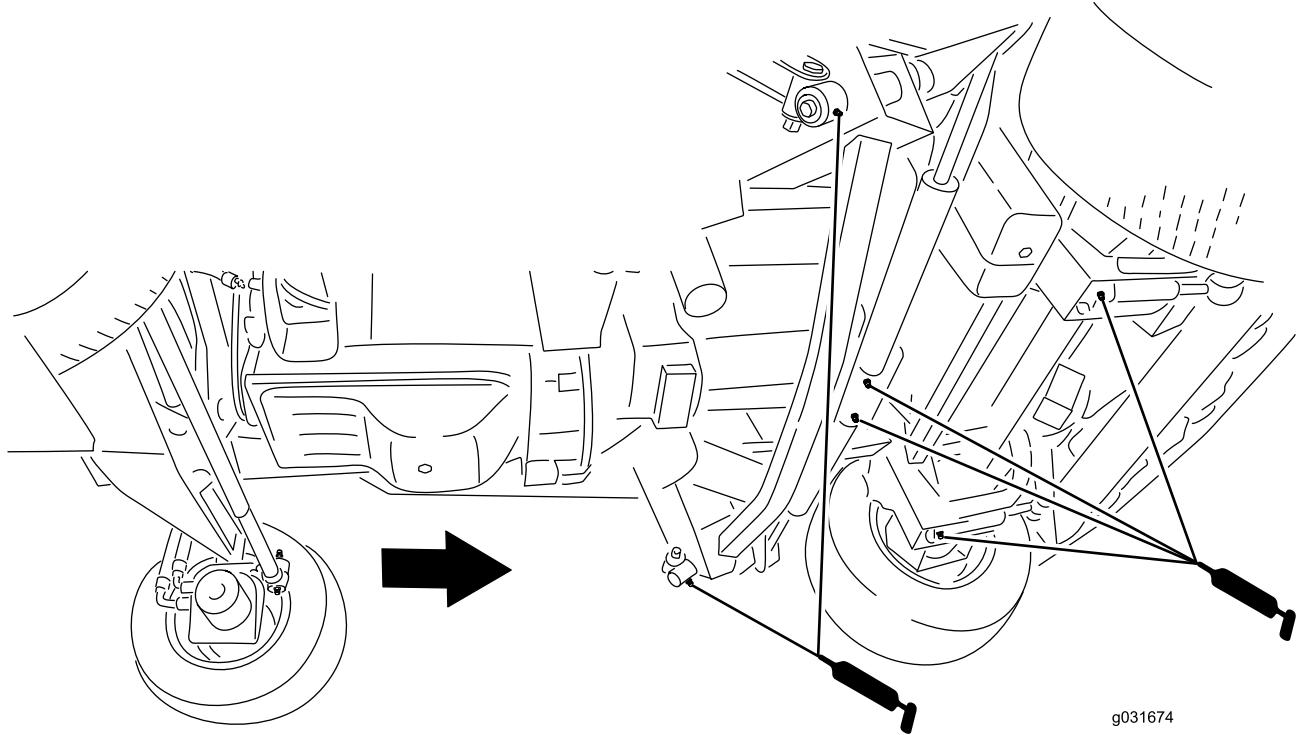

Figura 69
- 2 braços de impacto (Figura 69)
- 2 articulações do cilindro de elevação da plataforma frontal (Figura 69)
- 2 articulações do cilindro de elevação da plataforma lateral (Figura 69)